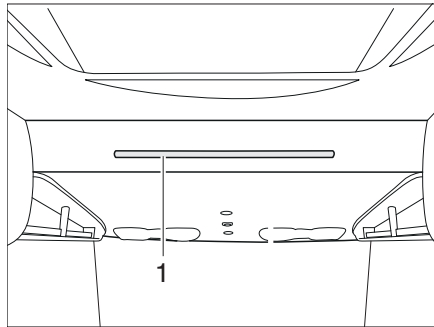

Bild 143 Höjbar säng, manuell
- Dra ner den höjbara sängen i handtaget (Bild 143,1) med båda händerna.
- Man fäster stegen med båda byglarna på stängen (Bild 143,1) på den höjbara sängen.